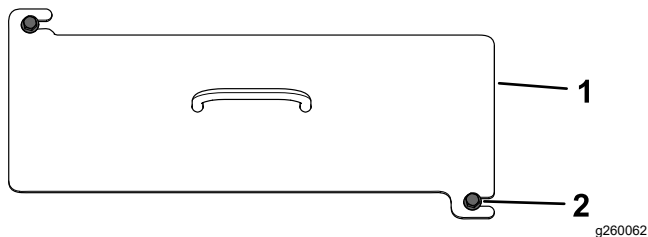

Figure 40
2. Desserrez les 2 boulons qui fixent le couvercle avant à la machine (Figure 40).